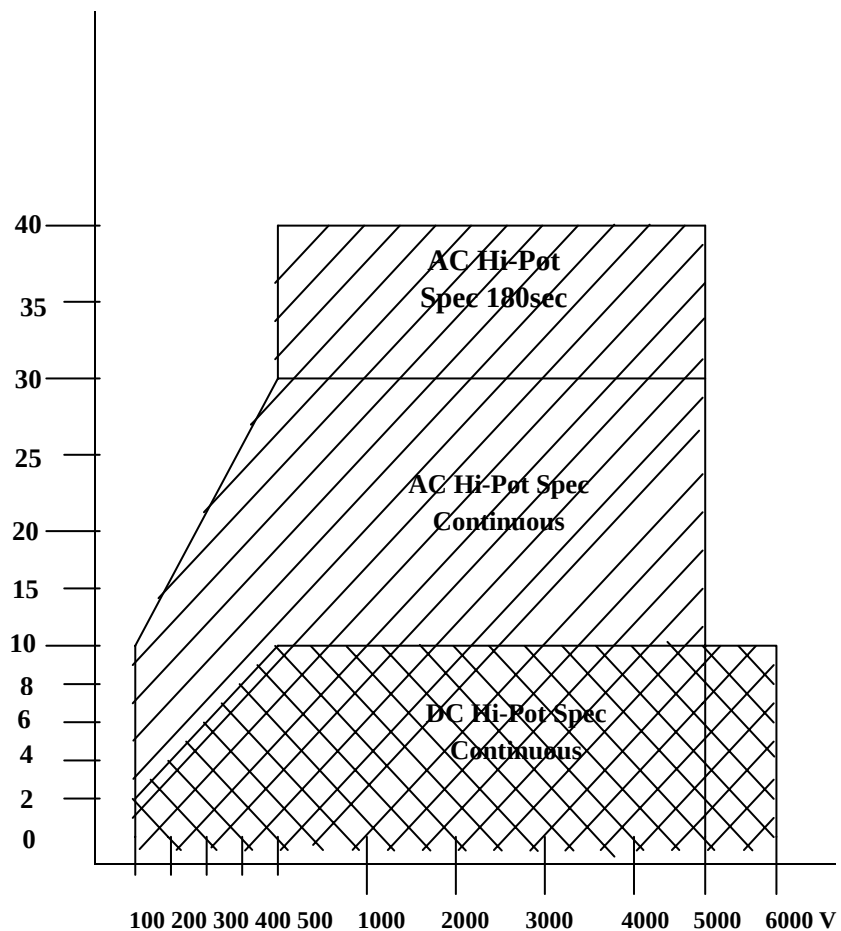

图 2-1
* 此系列仪器主要目的是用于耐压测试。这个规格不用于连续测试。当散热片的温度太高时，测试程序即中断。请参考图 2-1。